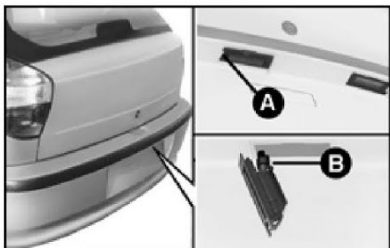

fig. 31
Palio Fire Flex fig. 31
1) retirar porta-lâmpada utilizando chave de fenda no ponto **A-fig. 31**;
2) retirar a lâmpada empurrando o soquete e girando no sentido anti-horário **B-fig. 31**.